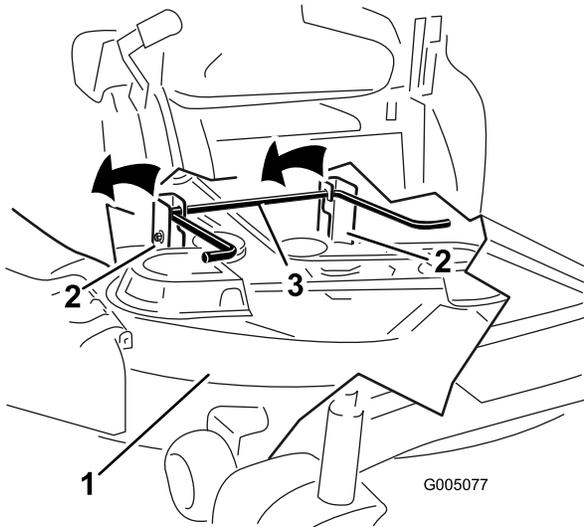

Figura 44
5. Eleve el cortacésped y desenganche la varilla de elevación trasera de los soportes, y baje el cortacésped con cuidado al suelo (Figura 44).
5. Eleve la parte trasera de la plataforma del cortacésped y coloque los soportes sobre la varilla de elevación trasera (Figura 44).